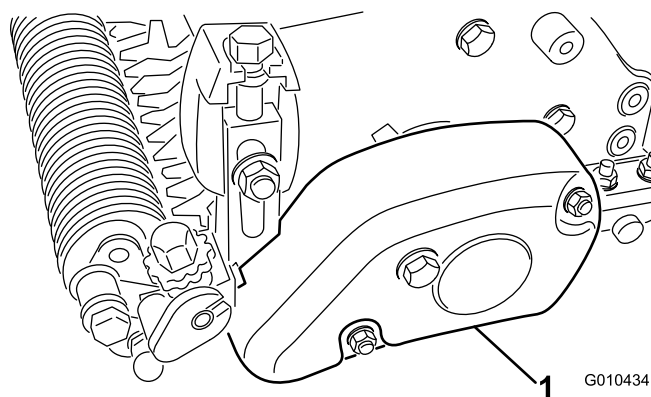

Figure 28
1. Enlevez le couvercle de courroie du carter du groomer (Figure 28).